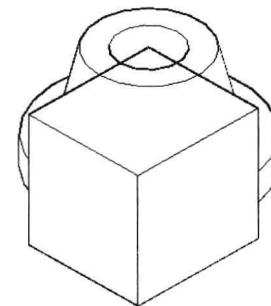

图 9-1-13
- (2) 在“建模”面板中单击“长方体”按钮 ，捕捉并单击实体的底面圆心，拖动鼠标单击绘制长方体底面，单击之后向上移动鼠标，捕捉并单击实体顶面圆心，创建一个长方体，位置如图 9-1-13 所示。